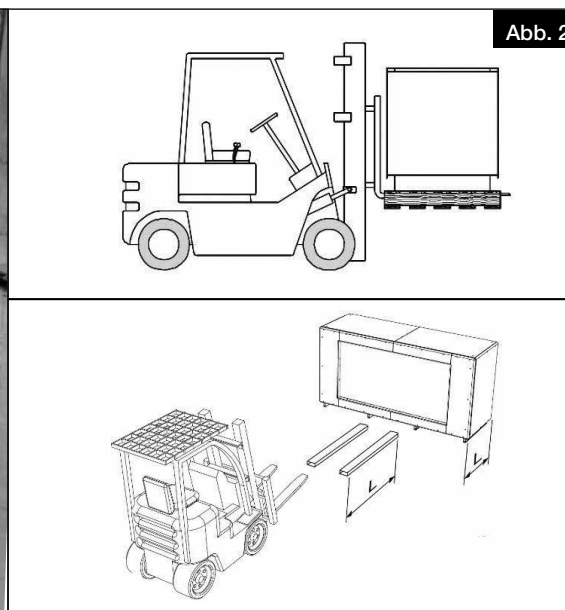

Abb. 2
- Vor dem Transport des Geräts sicherstellen, dass die Gabeln des Gabelstaplers die ausreichende Länge haben, um mehr als die ganze Unterseite des Gerätes anzuheben (s. Abb. 2).